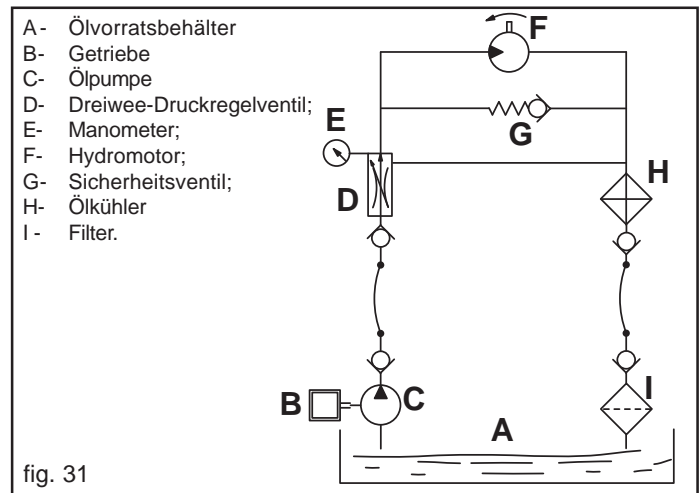

fig. 31
- Ölversorgung: Die Angaben in Übersichtszeichnung von Abb. 31 beachten.